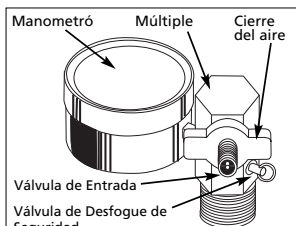

Figura 1
2. Conecte el mandril de la fuente de suministro de aire a la válvula de entrada ubicada al lado del múltiple de broce (Vea la Figura 1). Llene el tanque hasta alcanzar una presión máxima de 8,62 bar indicada por el manómetro. La válvula de seguridad está fijada a una presión de 9,31 bar para evitar que se llene el tanque excesivamente.